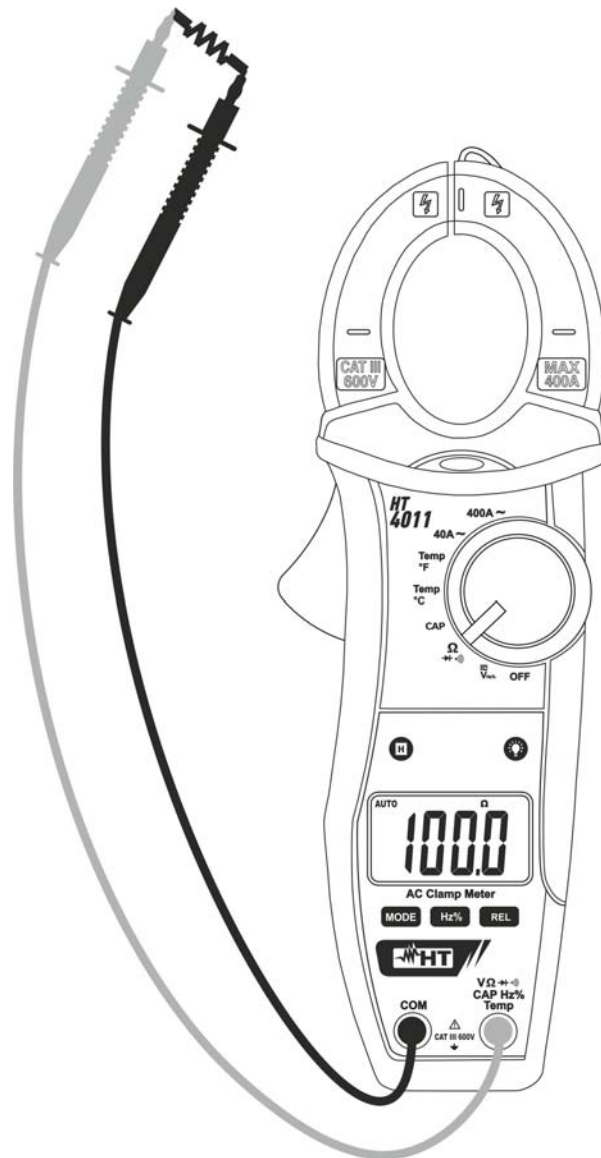

Fig. 6: Uso della pinza per misura di Resistenza
3. Posizionare i puntali nei punti desiderati del circuito in esame (vedere Fig. 6). Il valore della resistenza è mostrato a display